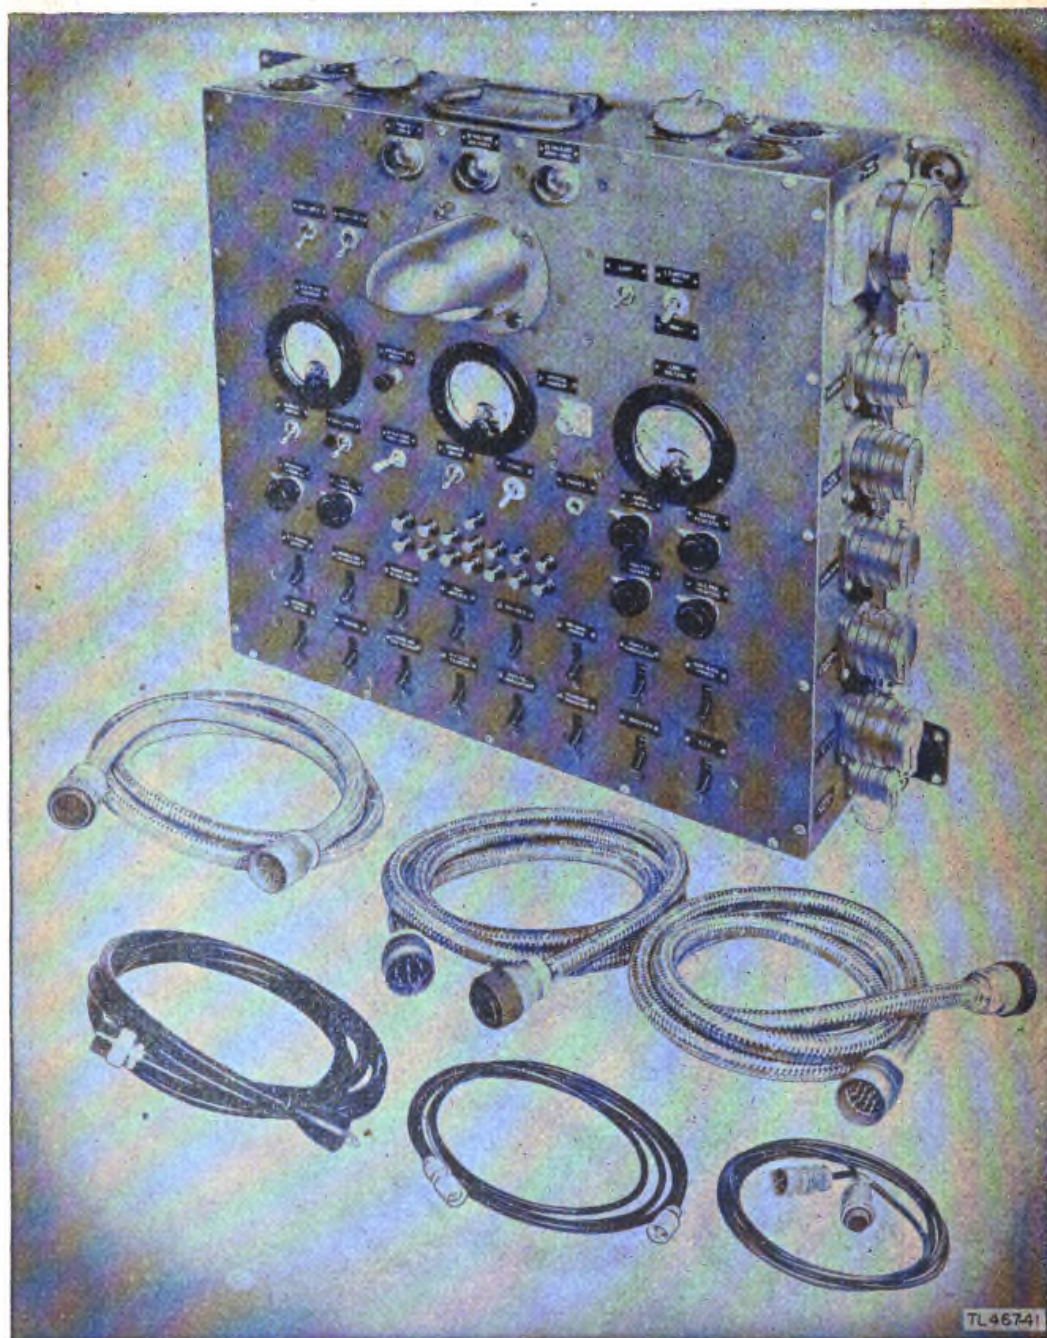

Figure 7. Test Set TS-216/TPL-1.
9. TEST SET TS-216/TPL-1 (fig. 7).